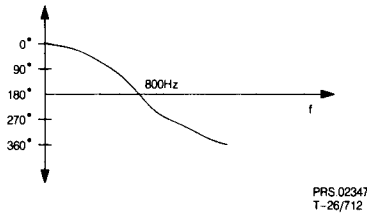

Bild 10.8
10.7.2 Pseudostereo (Bild 10.8)